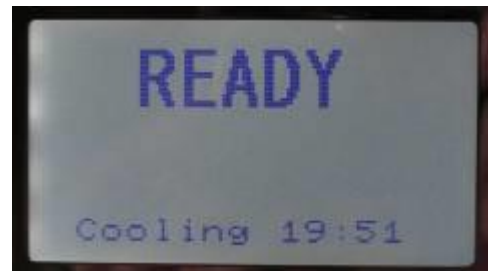

図 5-15. クーリング時画面
- (1) 点灯状態の時LAMPスイッチをOFFにするとランプが消灯します。
- (2) ランプクーリングの時間表示が"00:00"になると(約20分間)各冷却用ファンが停止します。(図5-15. クーリング時画面)
- (3) POWERスイッチをOFFにします。
- (4) リアパネルのPOWERブレーカーをOFFにします。